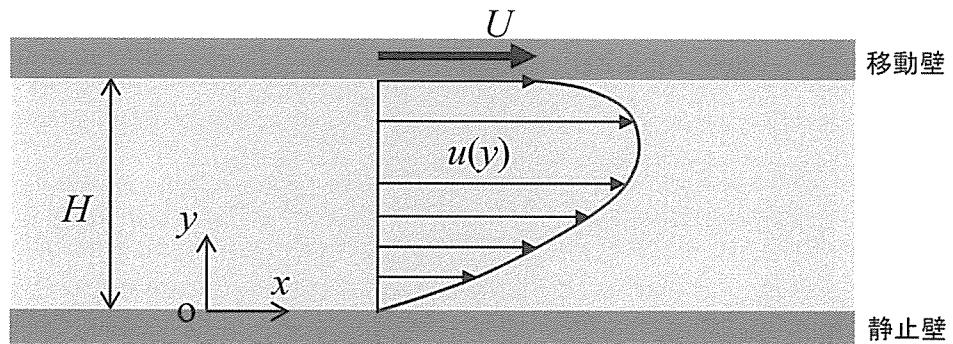

図1
図1に示すように、2次元のデカルト座標系 (x, y)において、2枚の平行平板（滑り無しの不浸透壁、奥行きは無限に広い）が上壁面は $y = H$ [m]、下壁面は $y = 0$ [m]の位置にあり、それらの間 ($0 \leq y \leq H$) に粘性・非圧縮性流体（粘度 μ [Pa·s]、密度 ρ [kg/m³]）が満たされている。下壁は静止し、上壁は一定の速度 U [m/s]で右向き ($U > 0$) に動いている。2枚の平行平板の間の流体に x 方向に一定の圧力勾配をかけたとき、流れは完全に発達した2次元の定常な層流になるとして、次の(1)～(5)の問い合わせについて答えよ。その際、問題文中で使用されている文字以外を使用しないこと。
- (1) 2次元 (x, y) の定常な粘性・非圧縮性流体のナヴィエ・ストークスの式 (NS式) と連続の式を示せ。ここで、 x 方向および y 方向の速度成分はそれぞれ u [m/s] および v [m/s]、圧力は p [Pa] である。
- (2) 流れは流れ方向 (x 方向) のみの一次元流れ ($v=0$ 、圧力 p は x のみの関数) であると仮定して、 x 方向の速度成分の y 方向分布 $u(y)$ を導出せよ。
- (3) 平行平板間を流れる体積流量 Q (単位幅あたりの流量) を求めよ。
- (4) 正味の流量が正となるような圧力勾配 (dp/dx) の条件を求めよ。
- (5) 図1に示すように、流体の最大速度が上壁の移動速度 U よりも大きい場合について、流体が最大速度となる y 方向位置 y_{\max} を求めよ。